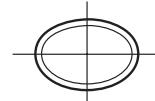

図11
- 加工するパイプは直角に段差なく切断され、かつ変形の無いパイプを使用してください。斜め切断や段差切断、または変形のあるパイプでは正しい溝寸法に加工できません。(図11)